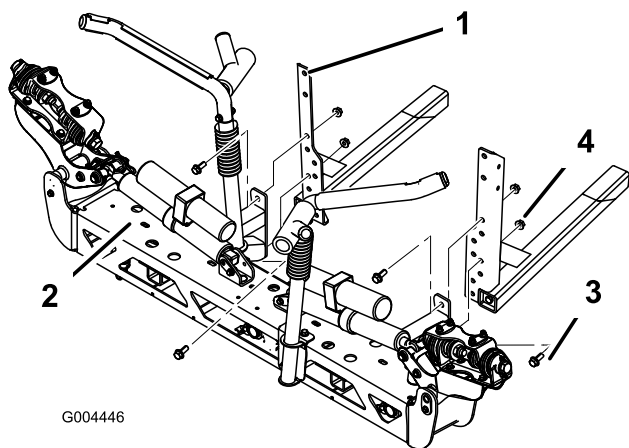

図 14
3. 中央ブーム・アセンブリを取り付ける；フランジボルト（1/2 x 1-1/4 インチ）4本とフランジナット（1/2 インチ）4個を使用する（図 14）。